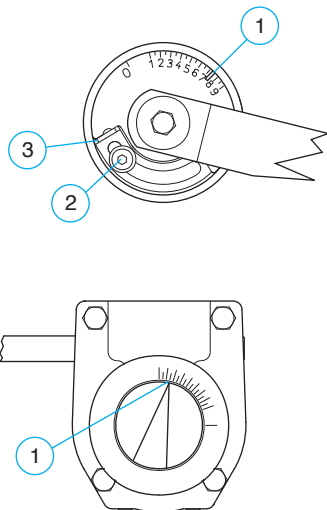

Рис. 12. Установка предварительной настройки
4.7 Установка предварительной настройки крана См. рис. 12.